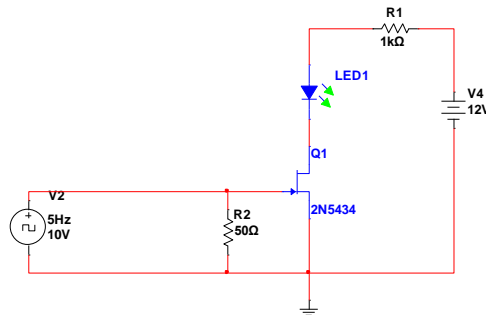

Fig. 2 JFET pasando de corte a saturación.
1. Dibuje el circuito en un software de simulación (fig.2), pruebe el funcionamiento.